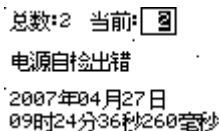

图 4-10 装置告警记录示例
③ 装置告警：包括所有的装置故障告警信息。示例如图 4-10 所示界面。